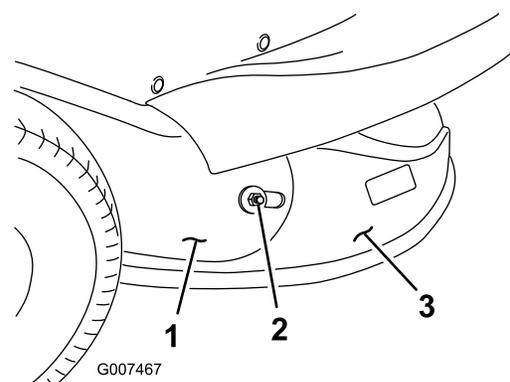

Bild 17
8. Entfernen Sie die Mutter und äußere Scheibe, mit denen der Auswurfkanal am Auswurfrohr befestigt ist (Bild 17).
14. Setzen Sie die Mutter und äußere Scheibe ein, mit denen der Auswurfkanal am Auswurfrohr befestigt ist (Bild 17).